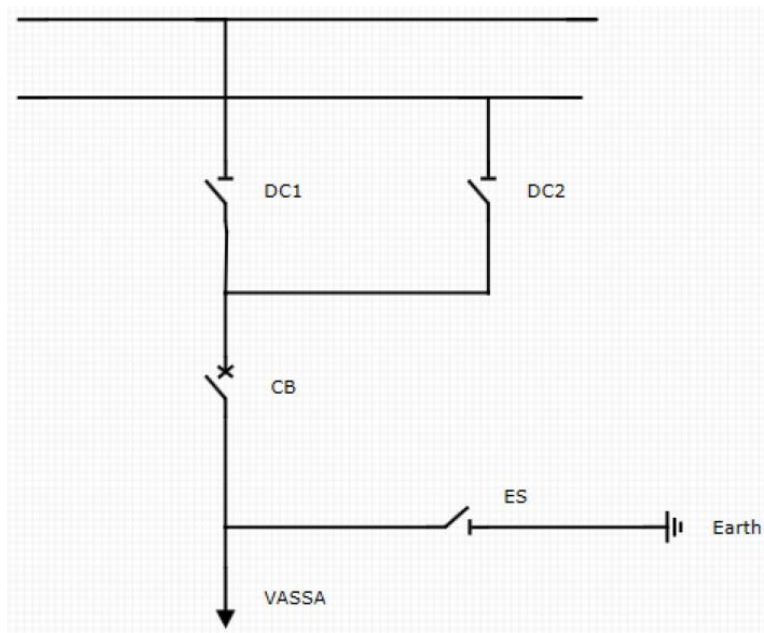

Imagen 142_Diagrama de conexiones para el display del REX640.
3.7 Teniendo las siguientes conexiones, también para practicidad de este proyecto, se les cambió los nombres a los componentes para su mejor entendimiento, por lo que al final obtendremos el siguiente diagrama de conexión, que como podremos observar en la **Imagen 142**, es un diagrama doble barra con cuchilla aterrizada a tierra: